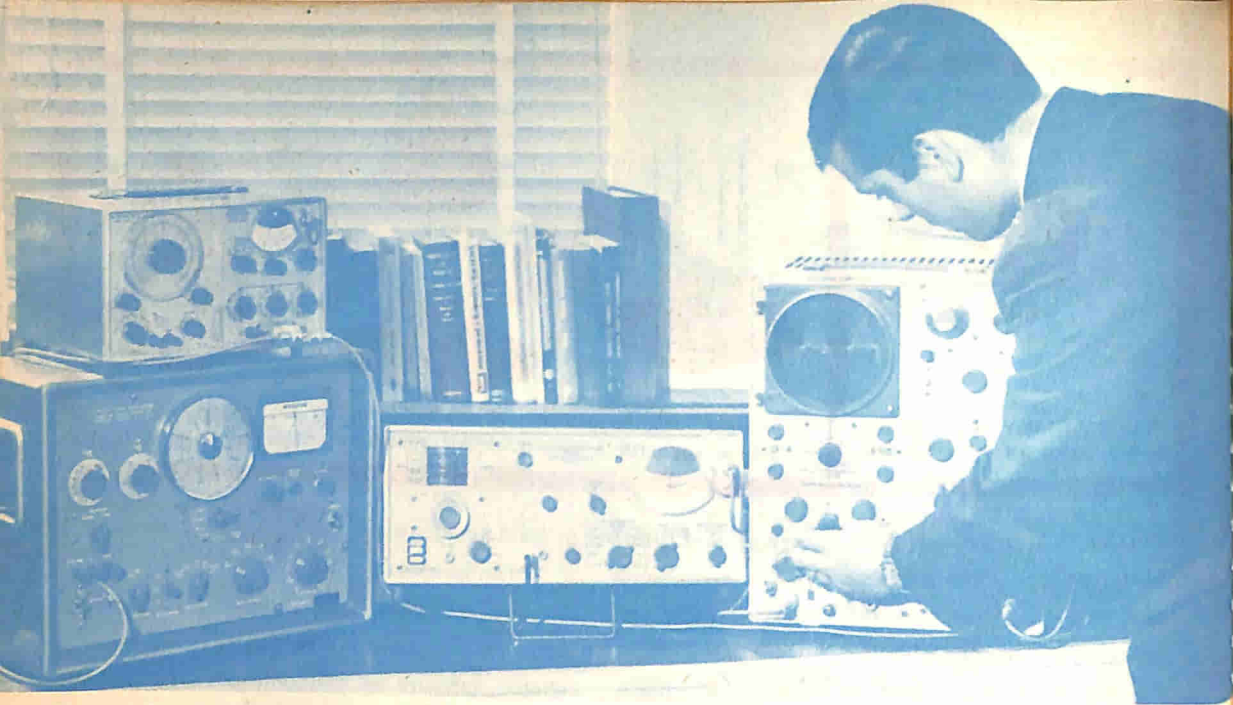

Fig. 1 - Disposizione per applicazioni stereo del modulometro MA/MF tipo TF 2300 della Marconi Inst.
Lo *zoccolo europeo a cinque piedini* (illustrato nella *fig. 1-e* e nella *fig. 2-e*) ha cinque fori, quattro dei quali si trovano disposti sui vertici di un quadrilatero irregolare ed il quinto al centro dello zoccolo; il tubo, quindi, può essere innestato in una sola posizione.
Lo *zoccolo europeo a contatti laterali a bicchiere* (illustrato nella *fig. 1-f* e nella *fig. 2-f*) differisce notevolmente dagli zoccoli considerati prima, in quanto non è provvisto di fori ma di otto contatti laterali.
Al fine di stabilire l'efficienza del modulometro tipo TF 2300 della Marconi Instruments (già ampiamente descritto nel n. 1/1967 di Radiorama) quale demodulatore standard di frequenza, sono state effettuate varie misure (fig. 1), tenendo presenti le esigenze della stereofonia modulata in frequenza (MF).